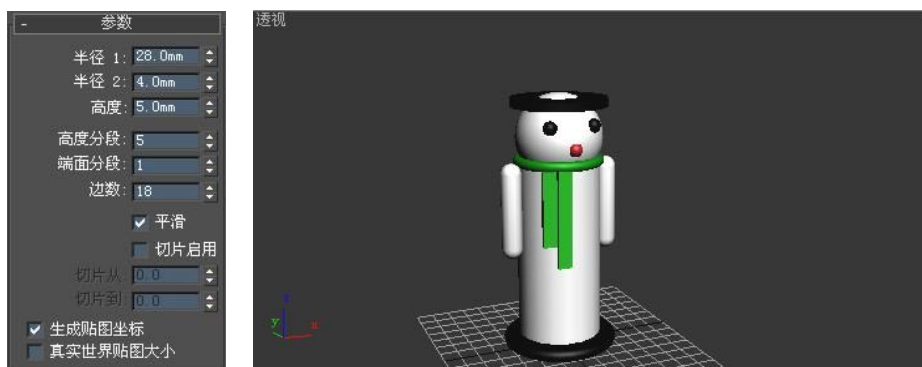

图 2-55 创建管状体
(9) 单击“管状体”按钮，在顶视图中创建管状体，在参数面板中设置管状体的参数，如图 2-55 所示，颜色选择黑色，移动到球体上方，运用对齐方式，使管状体与球体对齐。